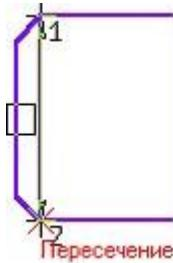

Рис. 10.
24. Активизировав кнопку линейный размер (рис. 9), перейдите в поле чертежа и зафиксируйте на детали сначала первую точку ЛКМ, затем вторую, нажав ЛКМ (рис. 10), и вынесите размерную линию на необходимое расстояние от контура детали, по ГОСТу – 7-10 мм от контура детали.